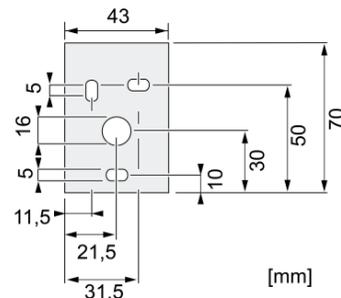

Bild 8: Befestigungsarm – Maße für Bohrlöcher
- Wandmontage: Befestigungsarm mit geeigneten Schrauben durch die Bohrlöcher (Bild 8) an der Wand befestigen.
- Den 7poligen Stecker am Anschluss (7) befestigen. Gewindering mit max. 0,5 Nm anziehen.